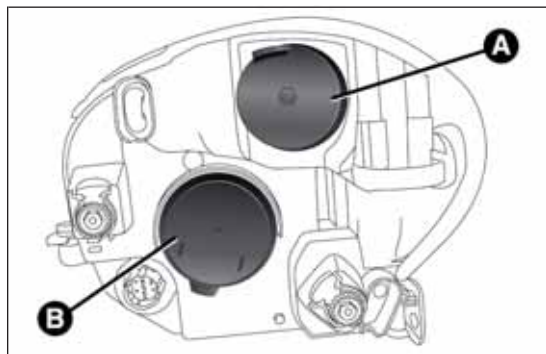

fig. 170
La ubicación de las lámparas es la siguiente fig. 170:
- ☐ quitar la tapa A fig. 170;
- ☐ por último, volver a montar la tapa A fig. 170.
- ☐ quitar la tapa B fig. 170;
- ☐ por último, volver a montar la tapa B fig. 170.